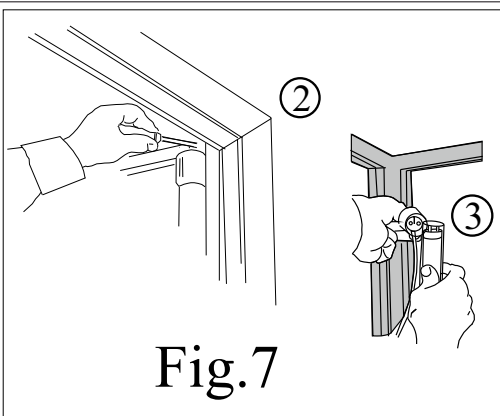

Fig.7
1. Togliere l'alimentazione. 2. Svitare le due viti di fissaggio del portalampada superiore. 3. Staccare il portalampada superiore dal tubo fluorescente. 4. Togliere il tubo trasparente di protezione. 5. Sfilare il tubo dal portalampada inferiore. 6. Sostituire il tubo fluorescente. 7. Ripristinare tutto procedendo in senso inverso (vedi Fig.7).